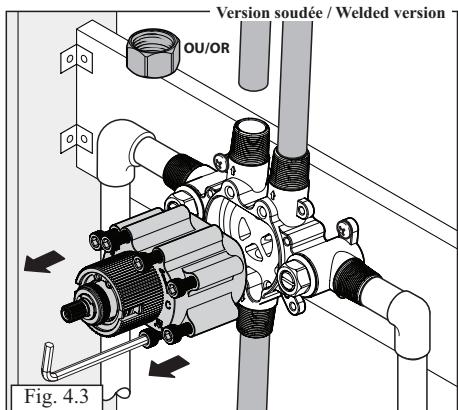

Fig. 4.3
- **VERSION SOUDÉE** : *Important* : Enlever la cartouche avant de souder (fig. 4.3). Note : Allez à la page 16 pour les étapes à suivre lors d'un changement de cartouche.
- **WELDED VERSION** : *Important* : Remove the cartridge before welding (fig. 4.3). Note : Refer to page 16 to see steps to follow to replace the cartridge.